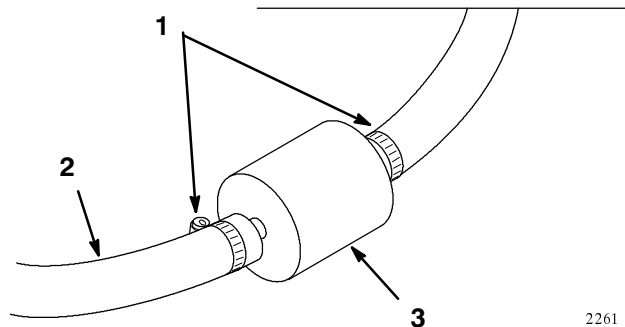

Figure 28
3. Desserrez les colliers de serrage et repoussez-les pour les éloigner du filtre (Fig. 28).
4. Déposez le filtre à carburant des conduites d'alimentation (Fig. 28).